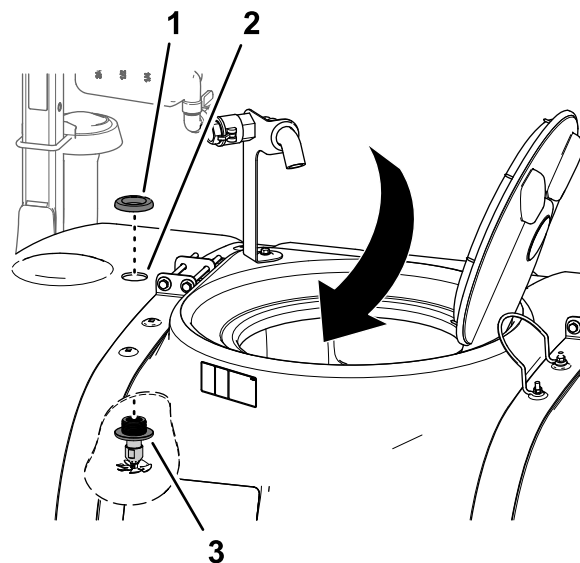

Figura 22
3. Nel foro anteriore di 4,5 cm nel serbatoio di irrorazione, ripetete i passaggi da 1 a 2 per l'altro gruppo ugelli di lavaggio (Figura 22).